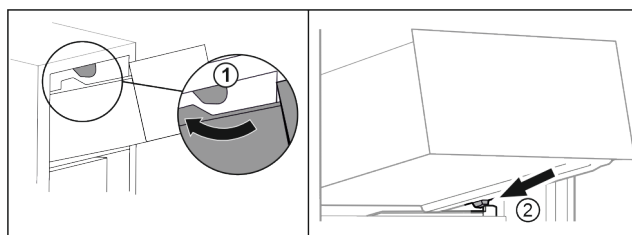

Fig. 94
- ▶ Preved'te zásuvku okolo horných zarážok. Fig. 94 (1)
- ▶ Nasadte zásuvku šikmo za dolnými zarážkami na rebro nádoby. Fig. 94 (2)